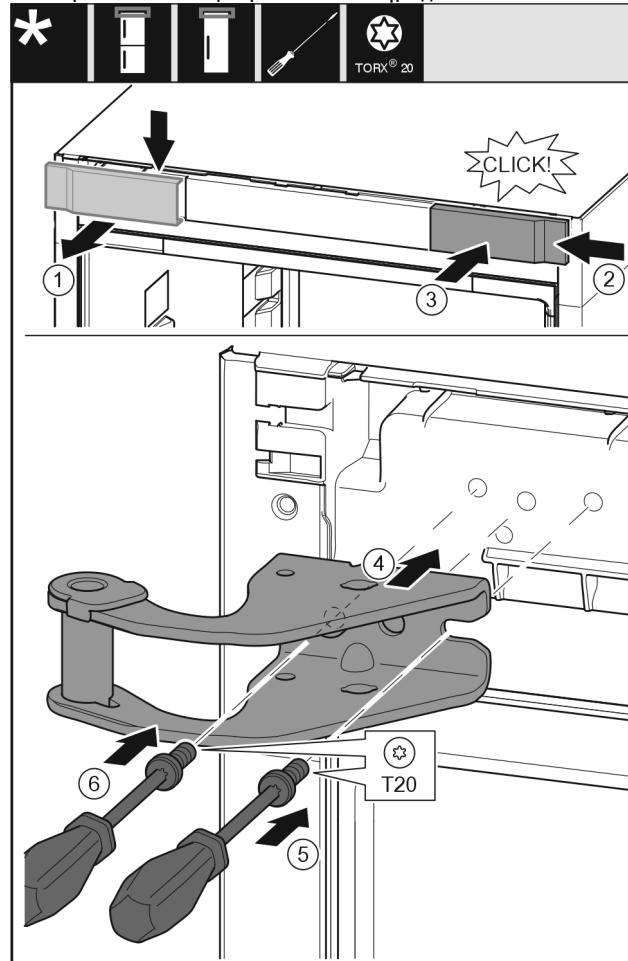

Fig. 11
- Αφαίρεστε το κάλυμμα Fig. 11 (1) από επάνω προς τα εμπρός.
- Αναρτήστε το κάλυμμα Fig. 11 (2) περιστρέφοντας το κατά 180° στην άλλη πλευρά από δεξιά.
- Κουμπώστε το κάλυμμα Fig. 11 (3).
- Τοποθετήστε το επάνω στήριγμα Fig. 11 (4).
- Τοποθετήστε και σφίξτε τη βίδα Fig. 11 (5) με κατσαβίδι και σφίξτε τη.
- Τοποθετήστε και σφίξτε τη βίδα Fig. 11 (6) με κατσαβίδι και σφίξτε τη.